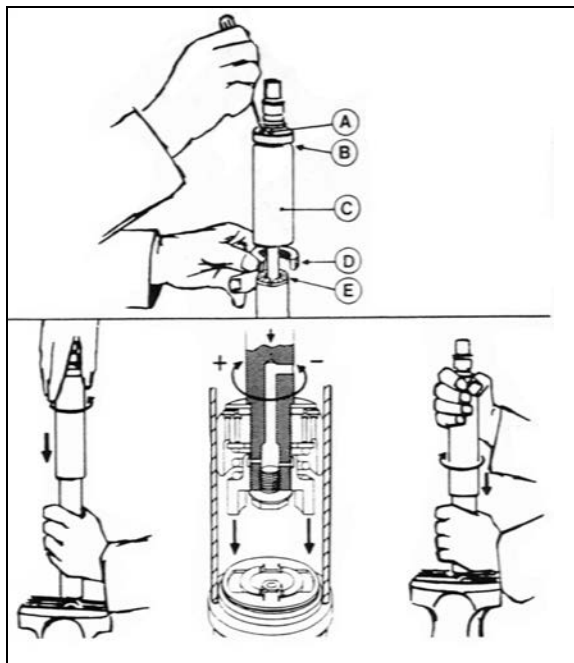

FIGURE 17 : AMORTISSEUR
Pour régler la vitesse du cycle d'ouverture et de fermeture sur l'amortisseur (Figure 17) :
2. Fermer complètement l'amortisseur tout en pivotant lentement le capot pare-poussière ou la tige piston dans le sens antihoraire jusqu'à sentir que les cames de l'écrou de réglage entrent dans les encoches de l'ensemble du clapet (Figure 17).
À la figure 17, s'il y a une échancrure (B) sur le capot pare-poussière (C) et que le capot possède deux trous (A), l'amortisseur est muni d'une butée en caoutchouc (D). Si tel est le cas, étendre complètement l'amortisseur et insérer une barre ronde ou un tournevis dans les trous. Pousser la butée en caoutchouc vers le bas et la retirer. Enlever la bague fendue en plastique (E) (le cas échéant) de la tige piston.
Si une butée de caoutchouc avait été installée, la remettre dans le capot pare-poussière. En fermant complètement l'amortisseur, la butée se placera dans la partie supérieure du capot pare-poussière. Remettre en place la bague fendue en plastique (E) (Figure 17)